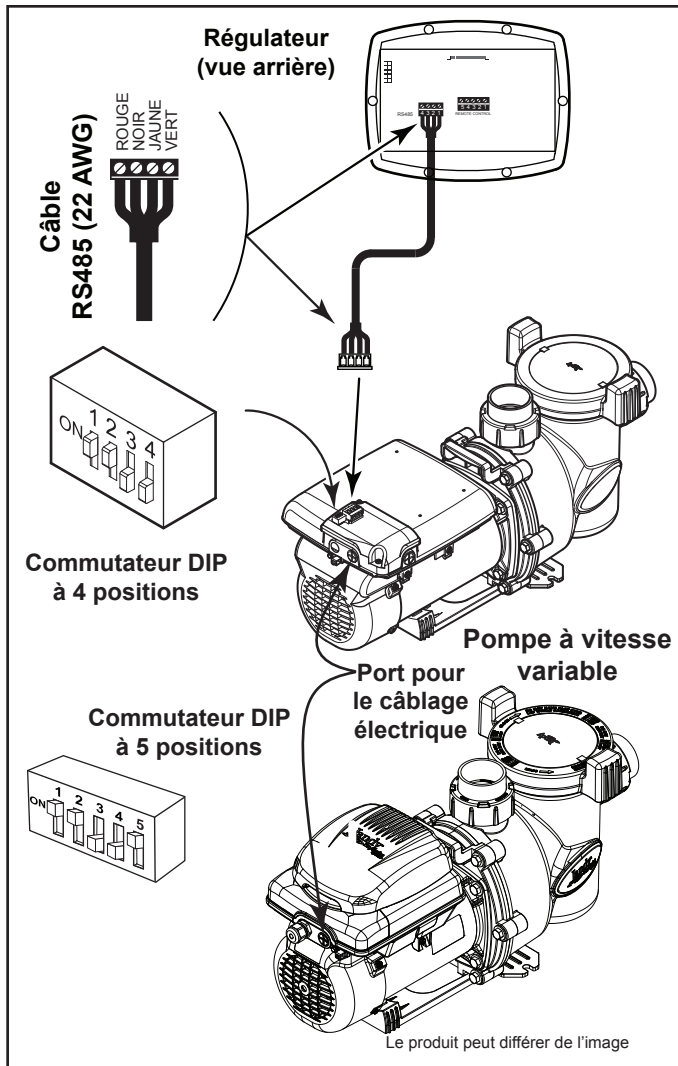

Figure 9. Câblage du régulateur à vitesse variable (JEP-R)
4. Attacher les quatre (4) fils dans le câble RS-485 au connecteur RS-485. Faire correspondre les couleurs de fil avec les positions sur le connecteur : 1 - rouge, 2 - noir, 3 - jaune et 4 - vert. Voir la Figure 9.
6. Pour la pompe VS-FHP2.0, faire glisser les commutateurs DIP 1 et 2 vers le haut, à la position ON (marche) et les commutateurs DIP 3 et 4 vers le bas, à la position OFF (arrêt). Voir la Figure 9.
Voir les figures 9 et 10 pour connaître l'emplacement du compartiment. Un couvercle d'accès retenu par une vis cruciforme doit d'abord être retiré.